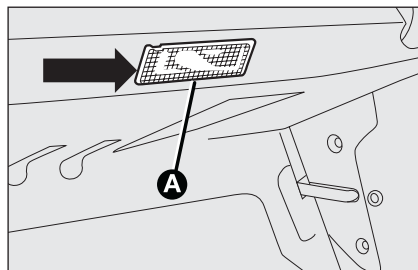

fig. 42
- ☐ estrarre la plafoniera **A**-fig. 42 facendo leva nel punto indicato dalla freccia;